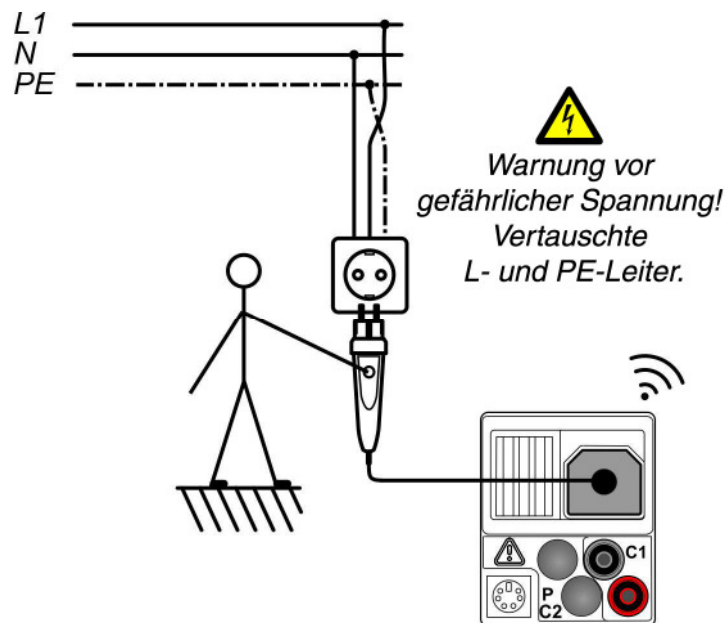

Abbildung 5.36: Vertauschte L- und PE-Leiter – Phasenspannung am PE-Leiter wird durch Berührung der TEST-Taste am Commander-Prüfstecker (Option) erkannt.
- ❑ Kontaktieren Sie die Prüflleitungen an das Prüfobjekt (siehe Abbildung 5.36 und 5.37).